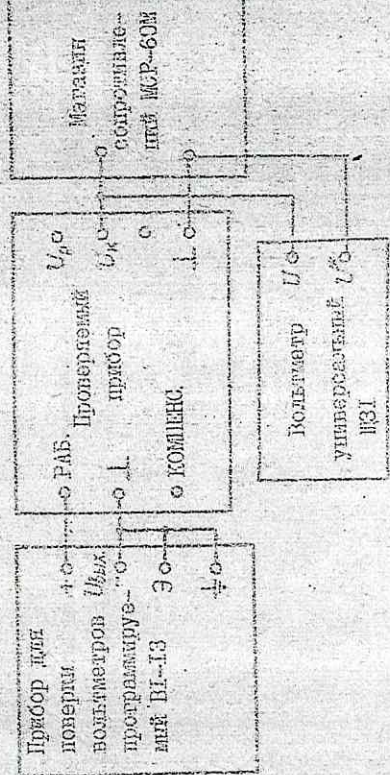

Рис. 12.2
12.3.4.2. Проверка возможности смещения производится путем определения точности коэффициента передачи моста при номинальном выходном напряжении ( $R_T = 400 \text{ Ом}$ ) и максимальном токе нагрузки ( $R_T = 75 \text{ Ом}$ ) мостового усилителя. Схема соединения приборов приведена на рис. 12.2.
- 1) соедините приборы, согласно рис. 12.2;